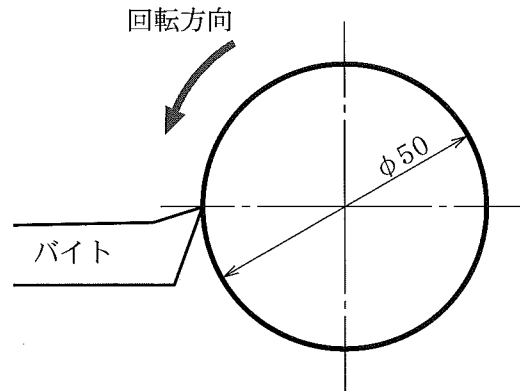

図4
- (1) フォークリフトがする仕事は何 kJ になるか。
- (2) フォークリフトがこの荷物を持ち上げた時の動力は何 kW になるか。
- 5 図4は、旋盤で直径 $D=50\text{mm}$ の丸棒の外周を切削しているようすを表している。次の各問に答えなさい。